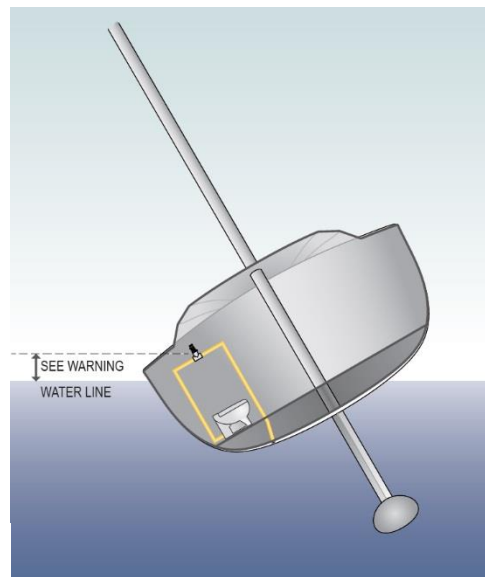

Fig. 2
**ATTENZIONE:** La linea di galleggiamento presa in esame dovrà essere calcolata tenendo in considerazione i vari assetti durante la navigazione. Vedi esempio fig.2.